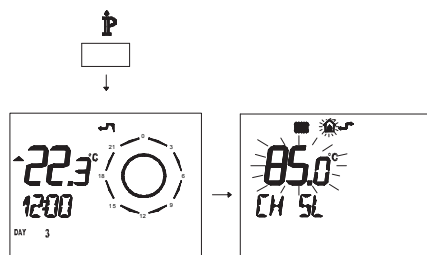

Figura 5.40
- Premere per più di 3 secondi il pulsante  para per entrare in modalità **INFO** (Figura 5.40).